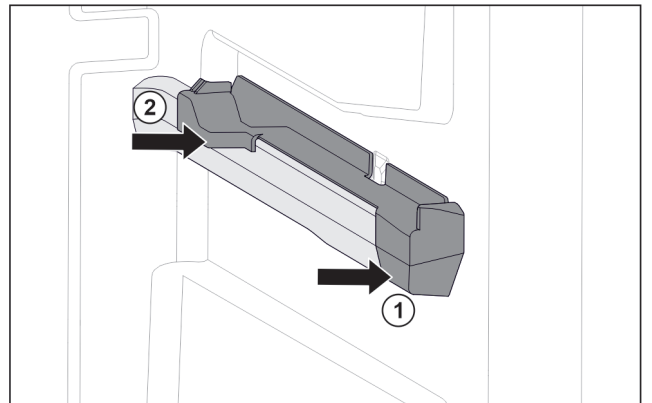

Fig. 114 右侧容器肋梁上的插装件
- ▶ 将插装件前部放到容器肋梁上。 Fig. 114 (1)
- ▶ 压紧插装件后部。 Fig. 114 (2)